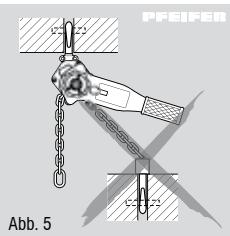

Abb. 5
- der Befestigungspunkt ausreichend dimensioniert ist und sich das Gerät frei ausrichten kann. Schrägzug vermeiden (Abb. 5)!.
- Schrägzug, d.h. seitliche Belastung auf das Gehäuse oder die Unterflasche ist verboten (Abb. 5).